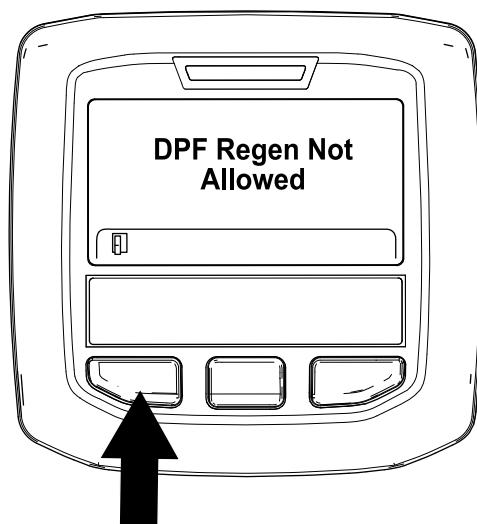

図 57
- 再生不許可の場合には DPF Regen Not Allowed と表示される図 57。左ボタンを押してホーム画面に戻る。